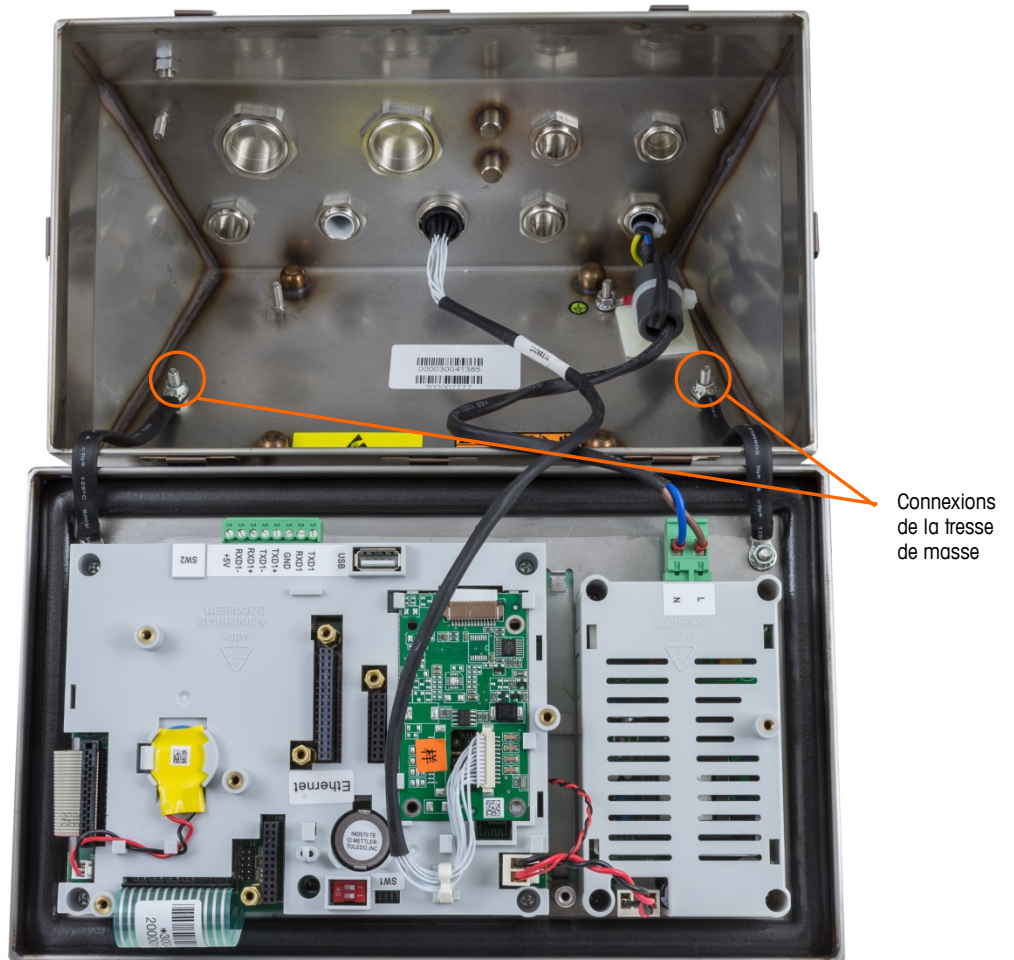

Figure 2-13 : Desserrage des tresses de masse
- B. Desserrez et enlevez les deux écrous fixant les deux tresses de masse (elles servent également de charnières au couvercle avant) sur le boîtier arrière. Reportez-vous à la Figure 2-13.